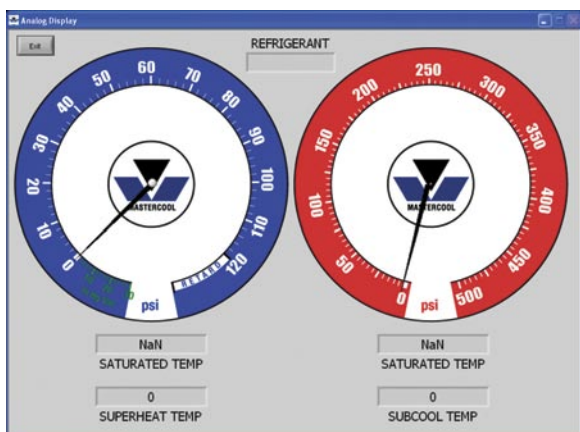

Fig. 12
- 1) Kies de toets ANALOG BUTTON om naar het analoge scherm te gaan. Er verschijnt een apart venster dat de digitale gegevens in analogoos formaat aangeeft (afb. 12)